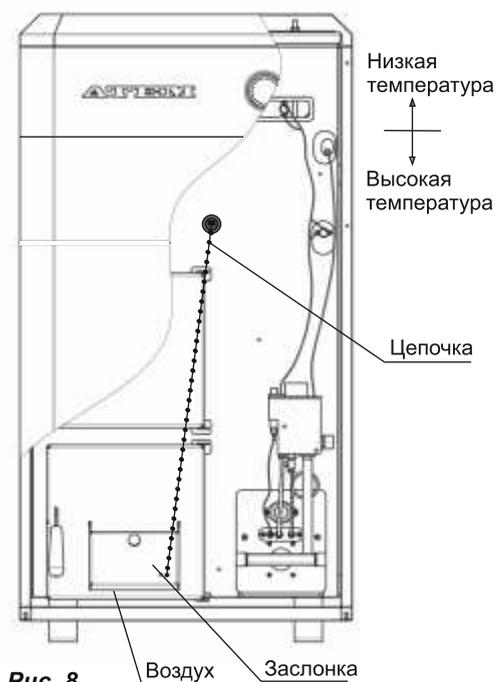

Рис. 8.
6.7. Принципиальная схема подключения котла к системе отопления приведена на рис.8, при этом установка водяных и газового фильтров обязательна. При подключении котла предварительно сделайте пневмо-гидравлическую промывку системы отопления.
6.13. Заполните систему отопления чистой мягкой водой. При заполнении системы жесткой водой, с pH больше 7, значительно увеличивается отложение извести на стенках котла и системы отопления, в результате чего уменьшается эффективность котла и увеличивается расход газа! Расширительный бачок должен быть размещен в высшей точке системы отопления. Контроль заполнения системы водой осуществляйте по переливному патрубку (рис.8). Объем бачка должен быть не менее 8% от объема отопительной системы.